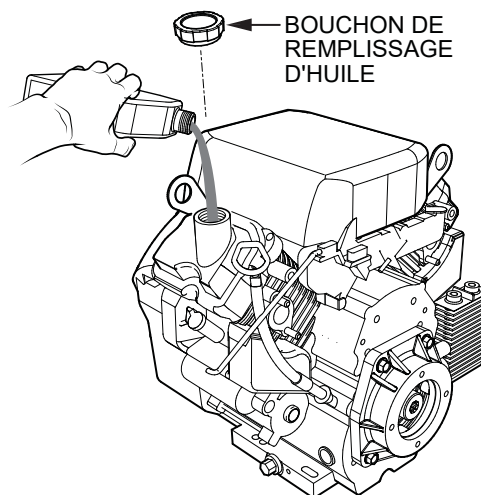

Figure 10. Port de remplissage d'huile moteur
4. Si le niveau d'huile est faible, retirer le bouchon de remplissage d'huile (Figure 10) et remplir au niveau de fonctionnement sécurisé (max.) comme cela est indiqué par la jauge. Remplir avec le type d'huile recommandé indiqué dans le tableau 4. La capacité d'huile maximale est de 1,9 pinte (1,8 litre).